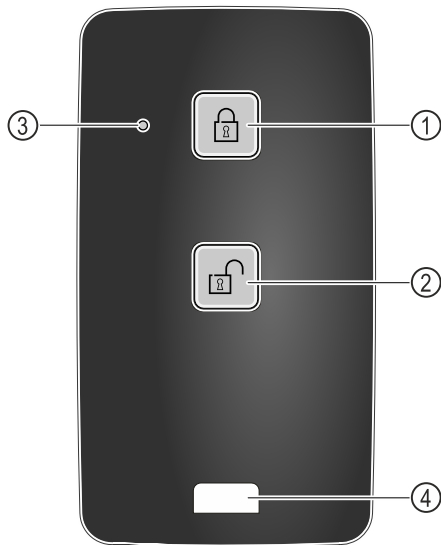

Fig. 245
- ▶ 按下遥控器上的按键 Fig. 245 (1)。
- ▶ 按下遥控器上的按键 Fig. 245 (2)。
- ▶ 状态 LED Fig. 245 (3) 在按下按键时给出视觉反馈。
- ▶ 孔眼 Fig. 245 (4) 用于固定遥控器，例如固定在钥匙串上。